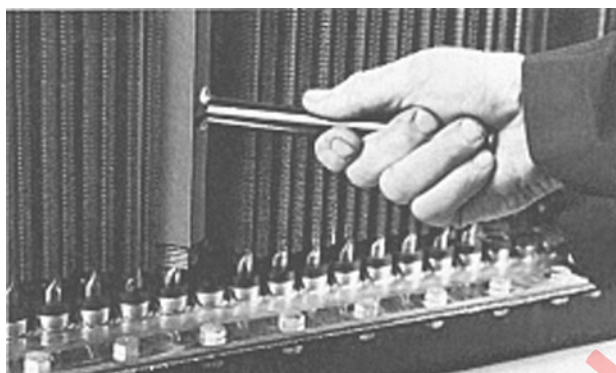

FIGURA 3-6. HERRAMIENTA QUEBRADORA (XA2307)
1. Comience por la fila superior de tubos. Utilice la herramienta quebradora (XA2307) para soltar el tubo a desmontar. Cuando use esta herramienta, ubíquela en la parte superior o inferior del tubo. No la coloque jamás al medio del tubo o podría dañarlo. Use la herramienta quebradora para girar levemente el tubo dentro de los sellos y soltar su agarre. Vea la Figura 3-6.